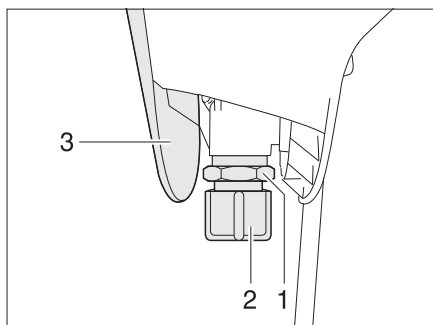

Fig. 166 Vanne toilette à aspiration
- Retirer le couvercle (Fig. 166,3).
- Dévisser le capuchon de fermeture (Fig. 166,2).
- Placer un récipient approprié sous la vanne (Fig. 166,1).